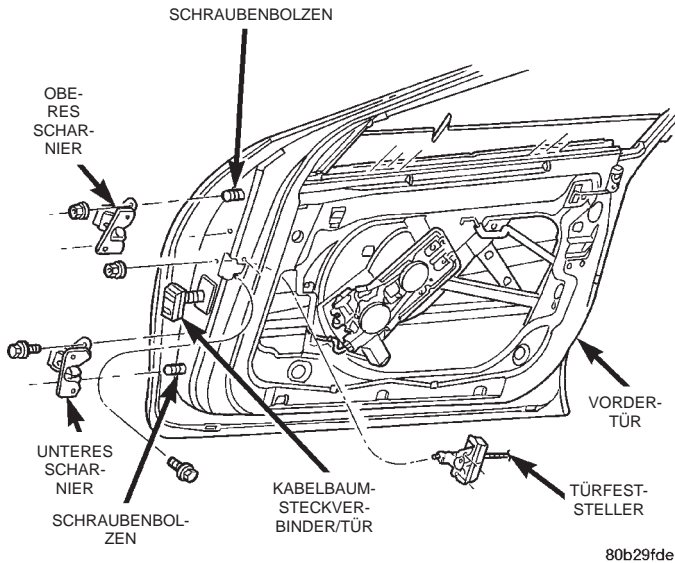

Abb. 29 Vordertür und Türscharnier
- (1) Vordertür öffnen.
- (2) Die Lage des Scharnier am Türrahmen markieren.
- (3) Halteclips lösen, mit denen der Kabelbaum-Steckverbinder und die Manschette an der A-Säule zusammengehalten wird.
- (4) Steckverbinder von der Scharniersäule lösen.
- (5) Halteclip lösen, mit dem der Steckverbinder an der der Scharniersäule zugewandten Seite befestigt ist.
- (6) Kabelbaum der Tür vom Kabelbaum der Instrumententafel abklemmen.
- (7) Türfeststellerzapfen aus dem oberen Türscharnier lösen.
- (8) Tür mit einem geeigneten Hebezeug abstützen.
- (9) Scharnierbolzen und Mutter lösen, mit denen das untere Scharnier am Türrahmen befestigt ist (Abb. 29).
- (10) Tür am Hebezeug sichern und die Befestigungsschraube und Mutter lösen, mit denen das obere Scharnier am Türrahmen befestigt ist.
- (11) Tür aus dem Fahrzeug nehmen.